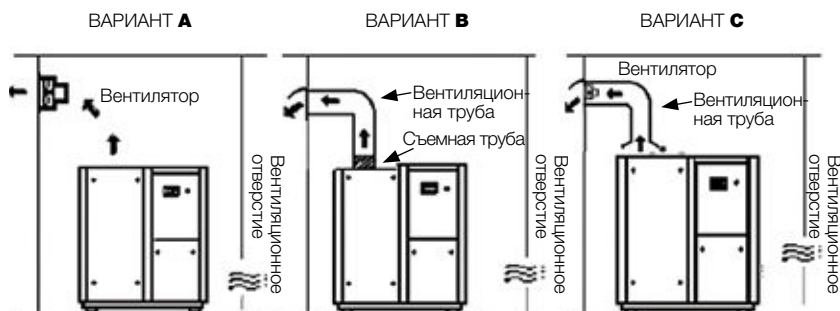

Рис. 3.2
- **Вариант А:** Когда вентиляционная труба не используется для вентиляции, пожалуйста, обратитесь к параметрам вентиляции (1), указанным в таблице 3.1 для рекомендуемого объема внешней вентиляции для вентилятора, и, пожалуйста, установите вентилятор как можно выше.
- **Вариант В:** При использовании вентиляционной трубы, и если вентилятор не установлен, тогда необходимо вычислить потерю давления объема вентиляции воздушного компрессора в вентиляционной трубе. Если потеря давления менее 20 Па, вентилятор устанавливать не нужно. Пожалуйста, установите съемную вентиляционную трубу прямо на вентиляционное отверстие воздушного компрессора (Рекомендуемая конструкция системы вентиляции показана на Рис. 3.2 – вариант А и вариант С).
- **Вариант С:** Если потеря давления внутри вентиляционной трубы превышает 20 Па, тогда необходимо установить вентилятор; при этом расстояние между вентиляционной трубой и вентиляционным отверстием воздушного компрессора находится в диапазоне между 200~300 мм. Рекомендуемый объем вентиляции (2) указан в таблице 3.1. Вентилятор необходимо выбирать на основании объема вентиляции. Также необходимо принимать во внимание потерю давления и увеличение температуры нагнетаемого воздуха.